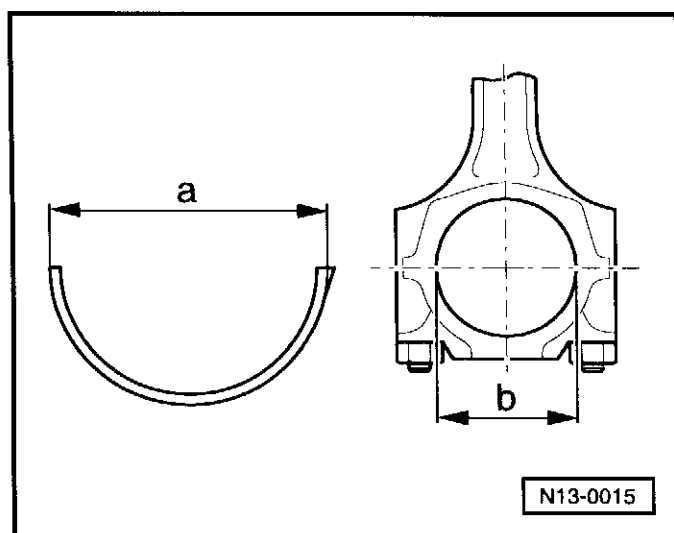

рис. 6 Измерение предварительного натяжения вкладышей подшипника
- ◆ проследить за крепкой установкой удерживающих выступов; с этой целью измерить предварительное натяжение ⇒ рис. 6